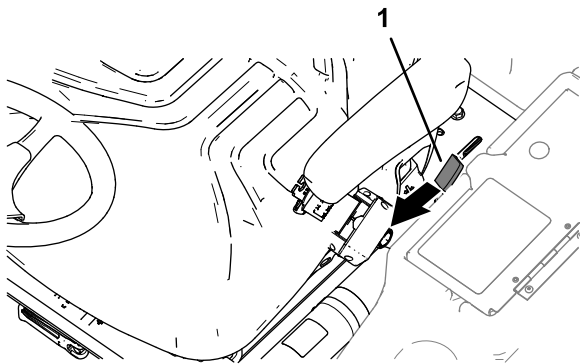

Bild 40
1. Bewegen Sie den Sperrriegelgriff der Plattform (Bild 40) zur Vorderseite der Maschine, bis die Sperrhaken die Sperrstange freigeben.